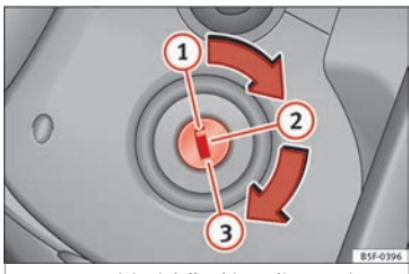

Fig. 191 Posizioni della chiave di accensione.
Se il motore non si mette in moto immediatamente, interrompere la procedura di avvio e riprovare trascorsi 30 secondi. Per avviare nuovamente il motore, riportare la chiave in posizione » fig. 191 (1).
- Girare la chiave fino alla posizione »» **fig. 191 ①**.
– Estrarre la chiave di accensione dalla posizione »» **fig. 191 ①** »» **⚠**